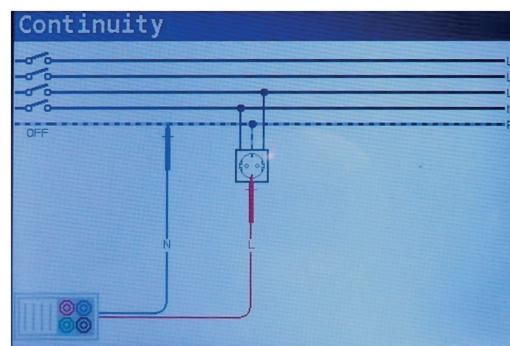

Figura 4.9: Conexión de los cables de prueba universales
**Paso 3** Conecte los cables de prueba al instrumento y al objeto a prueba. Siga el diagrama de conexión mostrado en la figura 4.9 para realizar la medición de **Continuidad**.